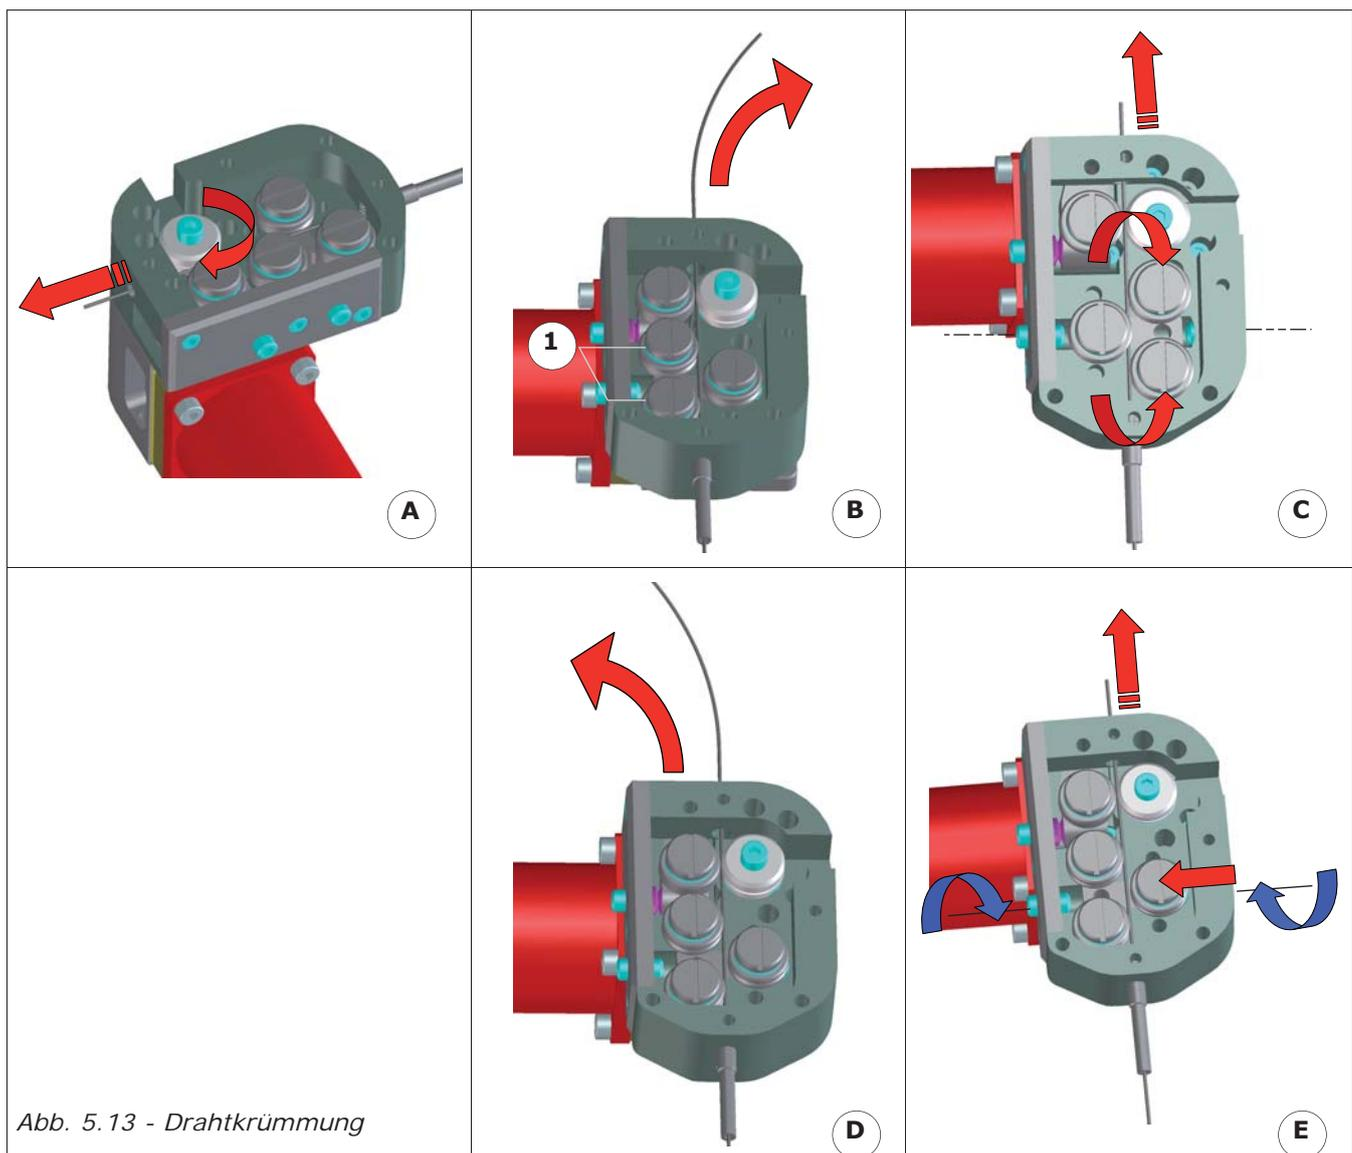

Abb. 5.13 - Drahtkrümmung
- Mehrere Zentimeter Draht durchlaufen lassen und dabei seine Krümmung beobachten (Abb. 5.13 - Ans. A).
Wenn der Draht auf der Seite abspult, die gegenüber von den beiden Richtrollen liegt (Abb. 5.13 - Ans. B):
- die beiden Richtrollen umgekehrt herum einsetzen (Abb. 5.13 - Ans. C),
Wenn der Draht auf der Seite mit den beiden Richtrollen abspult (Abb. 5.13 - Ans. E):